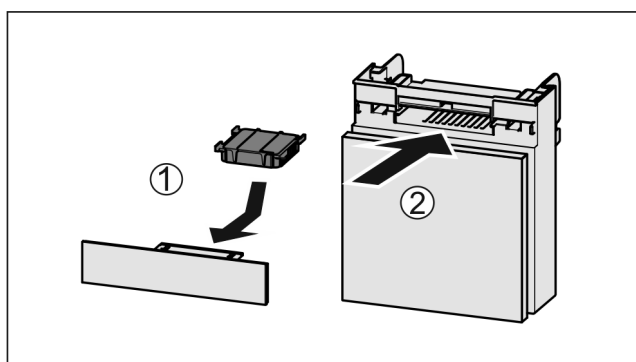

Fig. 128
- ▶ Anbring aktivkulfilteret som vis på billedet Fig. 128 (1).
- ▶ Skub rummet ind Fig. 128 (2).